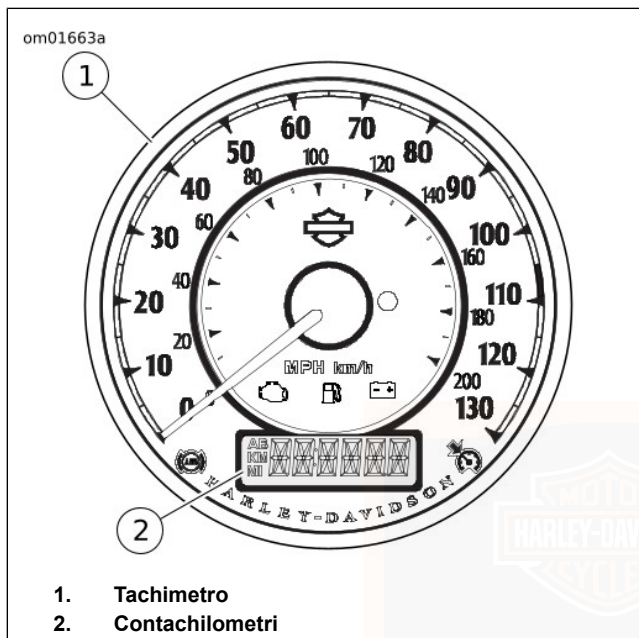

Figura 6. Strumentazione
Vedere Figura 6. Il tachimetro (1) registra le miglia orarie (solo modelli per il mercato USA), i chilometri orari (solo modelli per il mercato internazionale) o in certi mercati, visualizza sia le miglia orarie sia i chilometri orari.
Vedere Figura 6. La finestra del contachilometri (2) si trova sul quadrante del tachimetro.